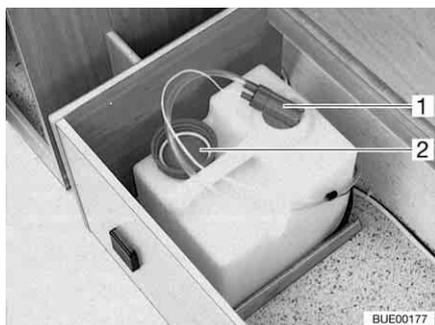

Bild 162 Wassertank 16 l
Bei Transport den Wassertank mit dem Verschlussdeckel (Bild 162,2) verschließen.
- Wasserpumpe (Bild 162,1) aus dem Wassertank ziehen.